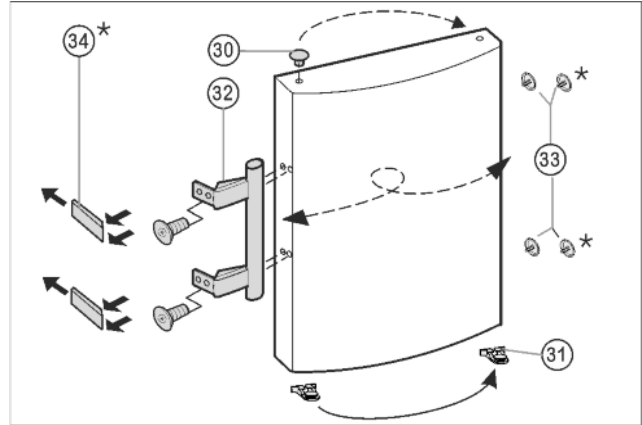

Fig. 9
- ▶ Retire el tapón Fig. 9 (30) del casquillo de cojinete de la puerta y cámbiolo de sitio.
- ▶ Desmonte el tirador de la puerta Fig. 9 (32), los tapones Fig. 9 (33) y las placas de presión* Fig. 9 (34) y cámbielos al lado opuesto.